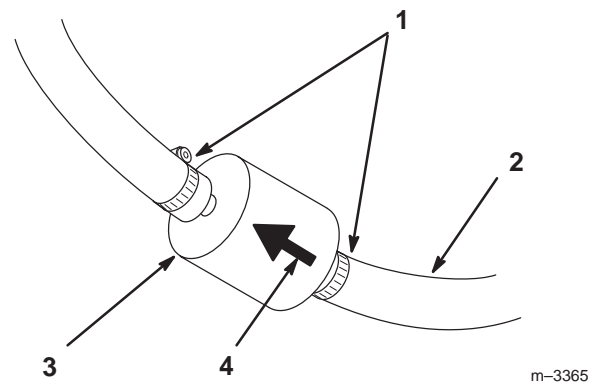

Figure 42
4. Pincez les extrémités des colliers et faites glisser ceux-ci pour les éloigner du filtre (Fig. 42).